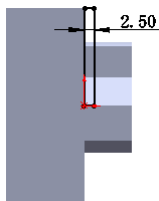
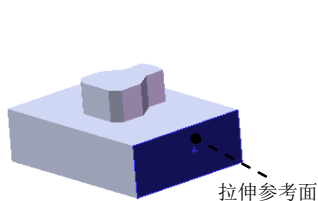

图 16.2.7 横断面草图
图 16.2.8 拉伸参考面
② 定义横断面草图。在草图环境中绘制图 16.2.7 所示的横断面草图。
③ 选择下拉菜单 **插入(I)** → **退出草图** 命令, 退出草图环境, 此时系统弹出“凸台—拉伸”对话框。
(3) 定义拉伸深度属性。
① 定义深度方向。采用系统默认的深度方向。
② 定义深度类型和深度值。在“凸台—拉伸”对话框 **方向1** 区域的下拉列表中选择 **成形到一面** 选项, 选取图 16.2.8 所示的表面作为拉伸参考面。选中 ☒ **合并结果(M)** 复选框。
(4) 单击  按钮, 完成凸台—拉伸 3 的创建。